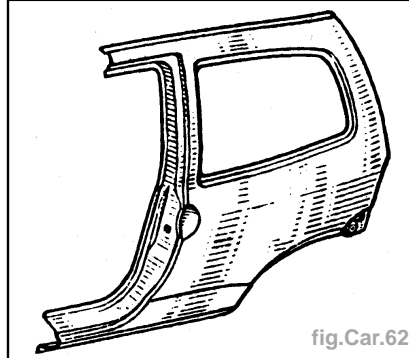

fig.Car.62
**2** : Pour remplacement complet (fig. Car.62).
- 2 : Pour remplacement complet (fig. Car.62).